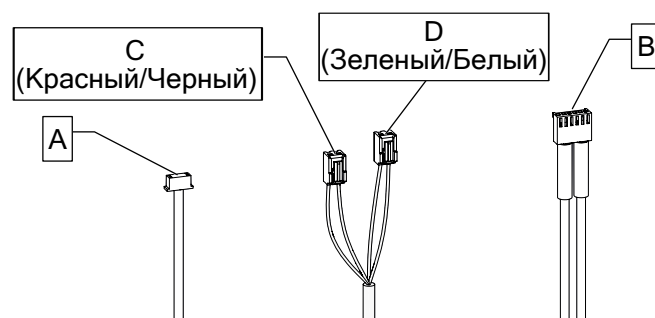
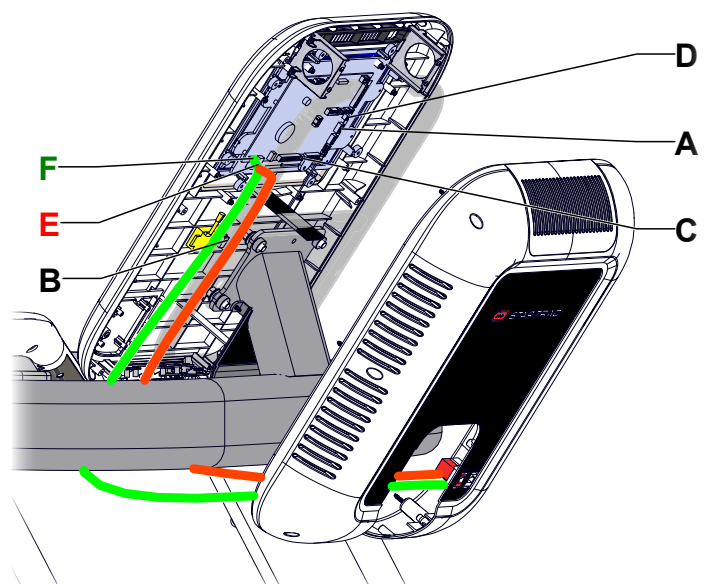

Рис. 15 Провода, выходящие из стойки
Рис. 16 Соединение с консолью (TR)
- 13.** Подключите три провода (рис. 15) к консоли, как показано на рис. 16.